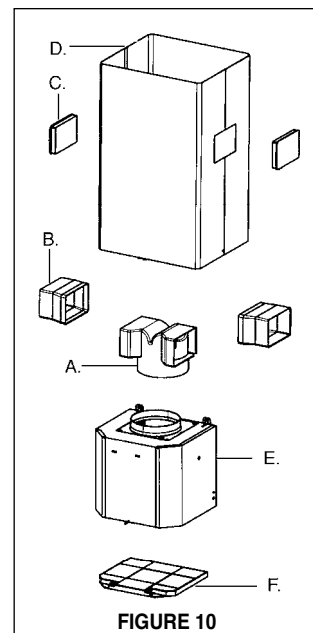

FIGURE 10
Installations sans conduit requièrent le **Kit Pour Conversion Du Conduit (FIGURE 10)**. N'utilisez pas le REGISTRE ROND (N de la FIGURE 1) pour les Installations sans conduit. Jeter le COUVERCLE CHEMINÉE INFÉRIEURE (B de la FIGURE 1) et remplacer avec le couvercle de cheminée inférieure avec trous d'échappement d'air dans le **Kit Pour Conversion Du Conduit (D de la FIGURE 10)**.
Illustré à la FIGURE 10, mettre le DUCTLESS DIVERTER (A) dans l'ouverture d'échappement de la EASY CUBE (E). Mettre le DUCTLESS DIVERTER EXTENSION HORIZONTAL (B) dans le DIVERTER (A).
Pour installations sans conduit, aligner les DUCTLESS DIVERTER EXTENSIONS HORIZONTAL (B de la FIGURE 10) avec les trous d'échappement d'air dans COUVERCLE CHEMINÉE INFÉRIEURE (D de la FIGURE 10) et installer les VENT GRIDS (C de la FIGURE 10).
Pour installations sans conduit, installer le FILTRE AU CHARBON (F de la FIGURE 10). Voyez FIGURE 14